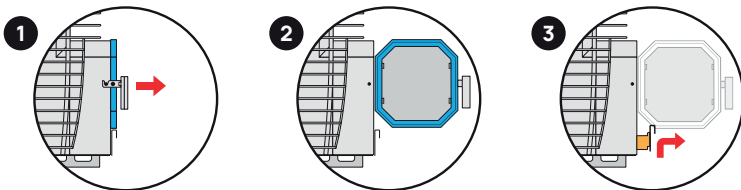

図15 HIVE Flow 灰受け皿の取り出し方
- ・ 掃除のため灰受け皿を引き出す際は、図15のように燃烧室ドアを開き、灰受け皿を持ち上げてから取り出します。(燃烧時に開きすぎないように、灰受け皿には安全ロックがついています)